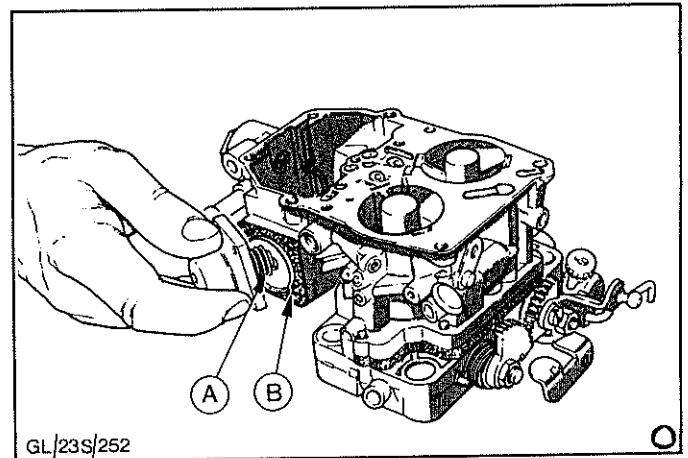

Abb.19 Unterdruck-Einspritzvorrichtung ausbauen
9. Schrauben (4) entfernen und Unterdruck-Einspritzvorrichtung abbauen. Darauf achten, daß die Membranrückdruckfeder nicht verlorenght, Abb.19.